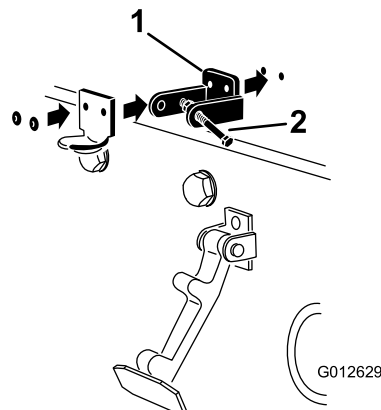

図 4
3. CE 用ロックブラケットとフードラッチブラケットの取り付け穴をそろえて、フードの上に位置決めする。ロックブラケットをフードに当てて取り付ける 図 4。ロックブラケットアームからボルトナットアセンブリを外してしまわないこと。
5. ブラケットとワッシャをフードにリベットで固定する 図 4。